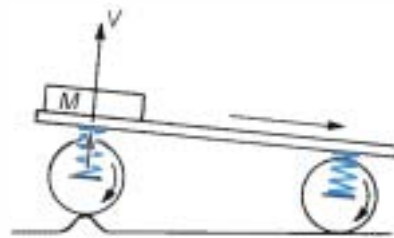

Figure 14.5 • Si les masses suspendues (M) sont faibles par rapport à la raideur du ressort alors le rapport K/M augmente.
- vers le haut, en communiquant un mouvement ascensionnel à la caisse (figure 14.5).
La **fréquence d'oscillations** de la caisse (figures 14.5 et 14.6) sera notamment fonction du rapport :